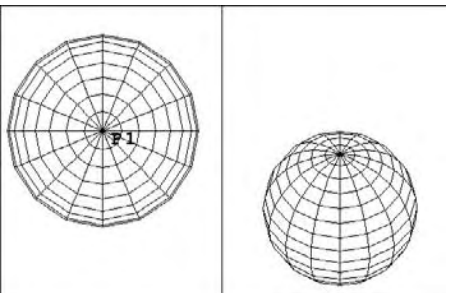

Fig.6.12
- SPHERE : permet de dessiner une sphère (fig.6.12).